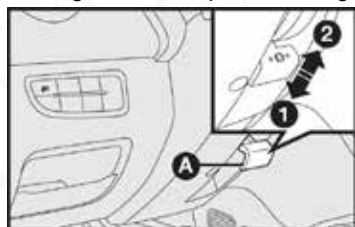

fig. 9
VOLANTE - fig. 9
1) Desplace la palanca A-fig. 9 hasta la posición 2-fig. 9.
- 3) Vuelva a poner la palanca en la posición 1-fig. 9 para bloquear nuevamente el volante.